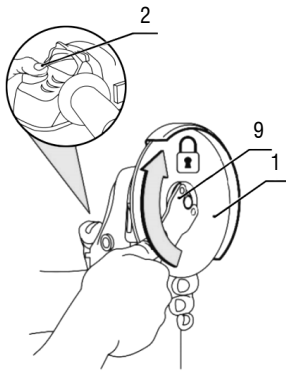

Fig. 6 – Montaje del disco en la máquina
5. Trabe el eje de la máquina presionando el botón traba del eje (2) y apriete la tuerca en el eje con la llave (9), Fig. 6.